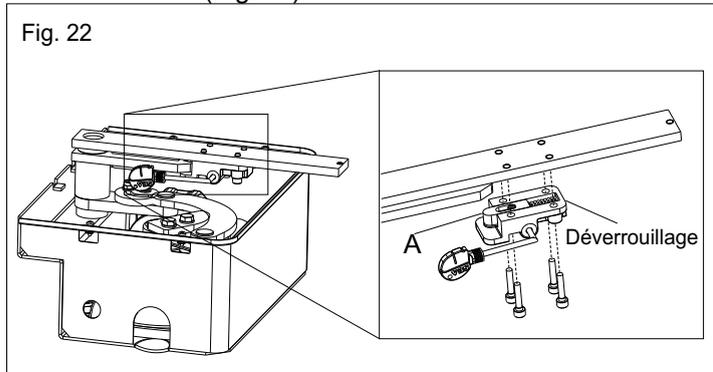

Fig. 22
5.1. Graisser le pivot d'accrochement (A) et monter le système de déverrouillage sous l'ensemble vantail, utilisant les 4 vis fournies (Fig. 22)